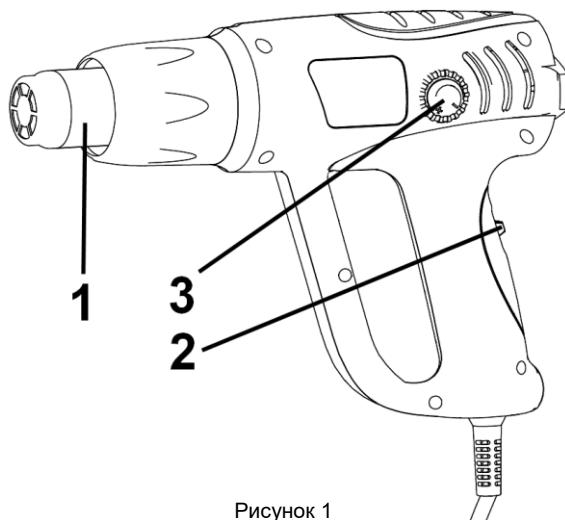

Рисунок 1
2.2.1 Конструкція виробу вміщена в корпус з термостійкого пластику і складається з наступних основних частин: нагрівального блоку в складі нагрівального елементу спірального типу в термоізоляційному кожусі з вихідним сталевим соплом нагрітого повітря (1); компресорного блоку у складі колекторного двигуна змінного струму з відцентровим повітряним компресором; перемикач/вимикач температурних режимів (2) с плавним регулюванням маховичком (3), – згідно рис.1. Корпус обладнаний кільцевовою рукояткою захистом руки та торцевою опорою для міжоперацийного зберігання сопломверх. Електрична частина виробу складається з колекторного однофазного електродвигуна змінного струму, перемикача електроstromu, електронного блоку управління з регулятором температури, з'єднувальних проводів і мережевого шнуря. Захист від ураження електричним струмом користувача у виробу відповідає класу II за ДСТУ EN 61140:2015.